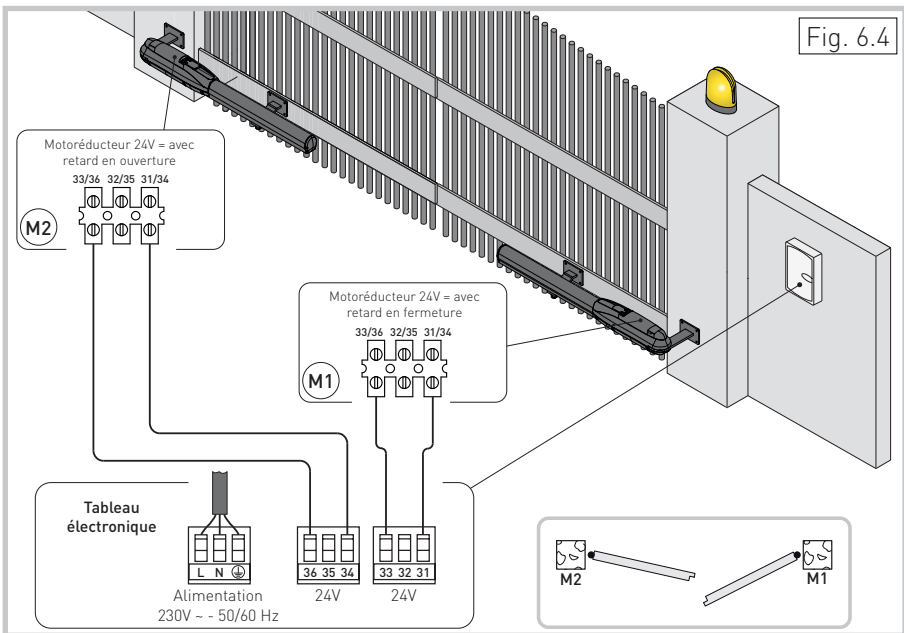

Fig. 6.4
- raccorder les différents fils comme indiqué dans le schéma électrique de la Fig. 6.4 ;